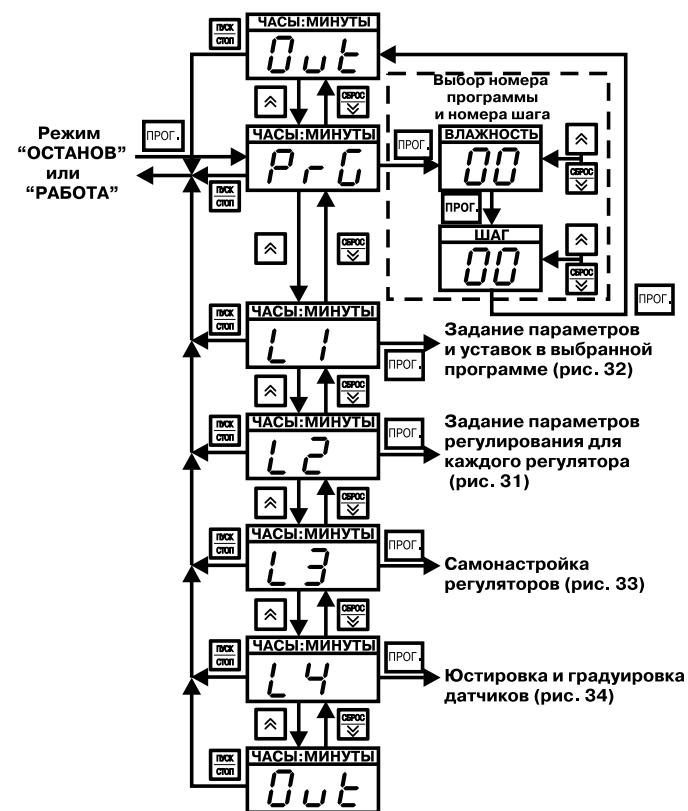

Рис. 29. Основное меню режима ПРОГРАММИРОВАНИЕ
4.2.2.1. **Схема основного меню режима ПРОГРАММИРОВАНИЕ**, а также меню подрежима выбора программы для исполнения изображены на **рис. 29**. По
Для выбора уровня программирования необходимо после появления сообщения «Prg» (см. **рис. 29**) нажать кнопку  (вверх), прибор перейдет на уровень L1; дальнейшее нажатие этой кнопки позволяет последовательно перейти на уровни программирования L2, L3, L4 и далее в «нижнее» состояние «Out» основного меню (означает окончание списка параметров, в данном случае – списка уровней программирования). При этом на индикаторе «ЧАСЫ:МИНУТЫ» высвечивается наименование каждого уровня и состояния.
Нажатием кнопки (вниз) осуществляется обратный переход от уровня L4 к уровням L3, L2, L1, «РГБ» и далее в «верхнее» состояние «Двт» основного меню (см. рис. 29).
4.2.2.3. Для перехода в подрежим выбора программы (шага) для исполнения необходимо после появления сообщения «РГБ» (см. рис. 29) нажать кнопку . Прибор перейдет в подрежим выбора программы (шага) для исполнения (см. рис. 29, справа сверху обведенную пунктиром часть схемы). При этом на индикаторе «ВЛАЖНОСТЬ, %» индицируется номер программы.
Если программа должна выполняться не с первого шага, то, нажав кнопку (см. рис. 29), устанавливают кнопками (вверх) и (вниз) номера шага, с которого начнется выполнение программы; при этом на индикаторе «ШАГ» высвечивается номер шага. Для выхода из подрежима выбора программы (шага) для исполнения надо нажать кнопку – происходит переход в «верхнее» состояние «Двт», при этом на индикаторе «ВЛАЖНОСТЬ, %» высвечиваются прочерки, а на индикаторе «ЧАСЫ:МИНУТЫ» появляется надпись «Двт». Для последующего выхода из режима ПРОГРАММИРОВАНИЕ надо еще раз нажать кнопку .
Для входа в уровень L2 необходимо, находясь в основном меню на мигающем «L2», нажать кнопку . На сдвоенном индикаторе «ЧАСЫ:МИНУТЫ» будет гореть надпись «Cod», на индикаторе «ПАРАМЕТР» будет мигать произвольное число (на рис. 29 число «000» изображено условно), на самом нижнем индикаторе отображается обозначение уровня L2.